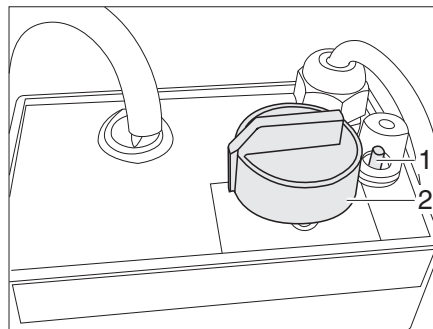

Fig. 190 Régulateur du chauffage électrique du plancher
- Tourner le bouton tournant (Fig. 190,2) sur la température souhaitée.
- Tourner le bouton tournant (Fig. 190,2) sur la position "0".
Quand le régulateur est surchargé, la protection contre les surcharges se déclenche. La goupille (Fig. 190,1) sort de son logement.
- Enfoncer la goupille (Fig. 190,1) de la protection contre les surcharges, une fois que le régulateur est refroidi.